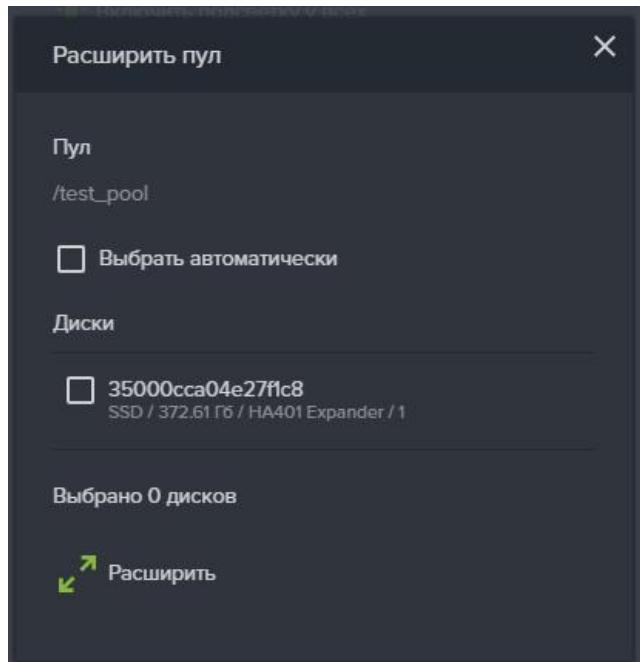

Рисунок 35 – Добавление дисков в пул
4. Нажать на кнопку «**Расширить пул**», откроется одноименное окно(см. Рисунок 35).